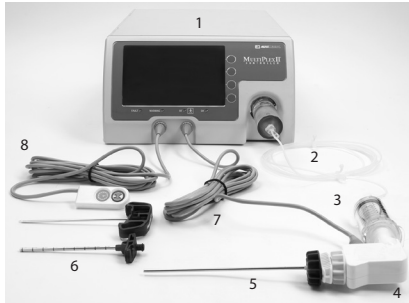

Figura 1. Sistema de Aumento Vertebral StabiliT
O Sistema de Aumento Vertebral StabiliT é constituído por oito (8) componentes (Figura 1).